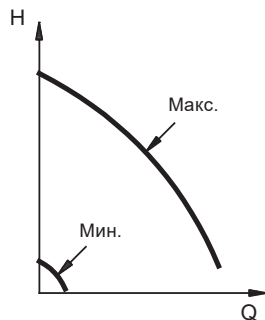

Рис. 35 Максимальная и минимальная характеристики
- Насос может переключаться в режим эксплуатации в соответствии с максимальной или минимальной характеристикой, т.е. в режим, аналогичный режиму эксплуатации регулируемого насоса. См. рис. 35.